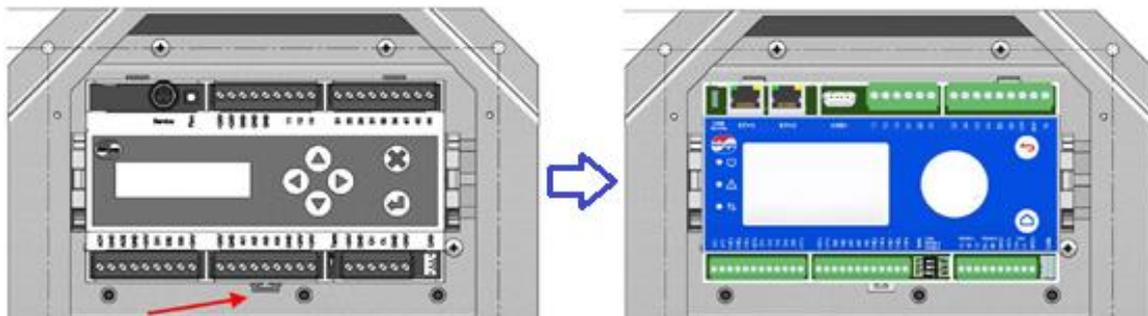

Figura 12: Actualización de módulo GMM EC para GMMnext.
**\*Si se trata de un equipo compuesto por 16 ventiladores, dos GMOD 08 deben fijarse uno al lado del otro en el carril y las direcciones CAN de cada GMOD deben configurarse mediante los botones DIP, como se muestra en la figura 12. De forma análoga, si el equipo posee más de 16 ventiladores 3 GMOD 08 deben ser utilizados.**